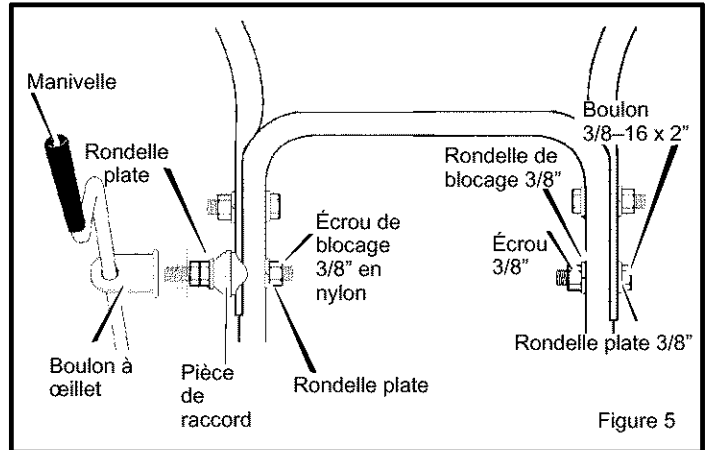

Figure 5
3. Installer les pièces fournies dans le sac (vis, rondelle plate, rondelle de blocage, écrou hexagonal) dans l'orifice droit du bas de la poignée supérieure (voir Figure 5). Ne visser qu'une fois que tous les boulons sont en place.
5. Faire passer le boulon à œillet à travers l'orifice inférieur de la poignée gauche. (Voir Figure 5).
6. Installer la rondelle plate 3/8" et l'écrou de blocage 3/8" en nylon. (voir Figure 5).